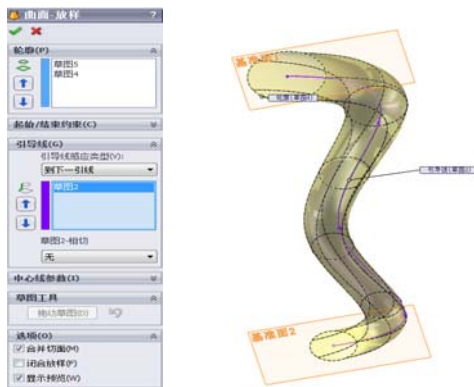

图6-17 [曲面—放样]属性管理器
5. 在[曲面—放样]属性管理器中，单击图标右侧的显示框，然后在图形区域中按顺序选择轮廓草图，则所选草图出现在该框中。在右面的图形区域中显示生成的放样曲面，如图6-17所示。